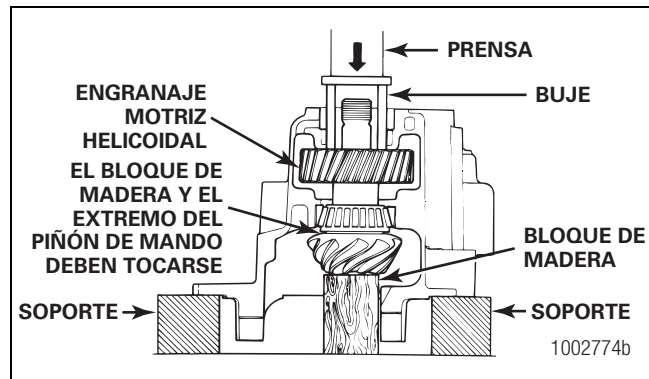

Figura 5.13
7. Coloque el portador en una prensa de manera que el extremo roscado del piñón quede hacia ARRIBA de la prensa. Coloque soportes debajo de la brida del portador de manera que el portador quede nivelado. Coloque un bloque de madera debajo de la cabeza del piñón de mando de manera que el cono del cojinete interior toque la copa del cojinete interior. Figura 5.13.
8. Use una prensa y buje para instalar completamente el eje motriz helicoidal en el piñón de mando. Use un buje sobre la maza del engranaje que va dentro del hueco para el piñón en el portador. Presione el engranaje en el piñón de mando hasta que el engranaje toque el espaciador. Figura 5.13.